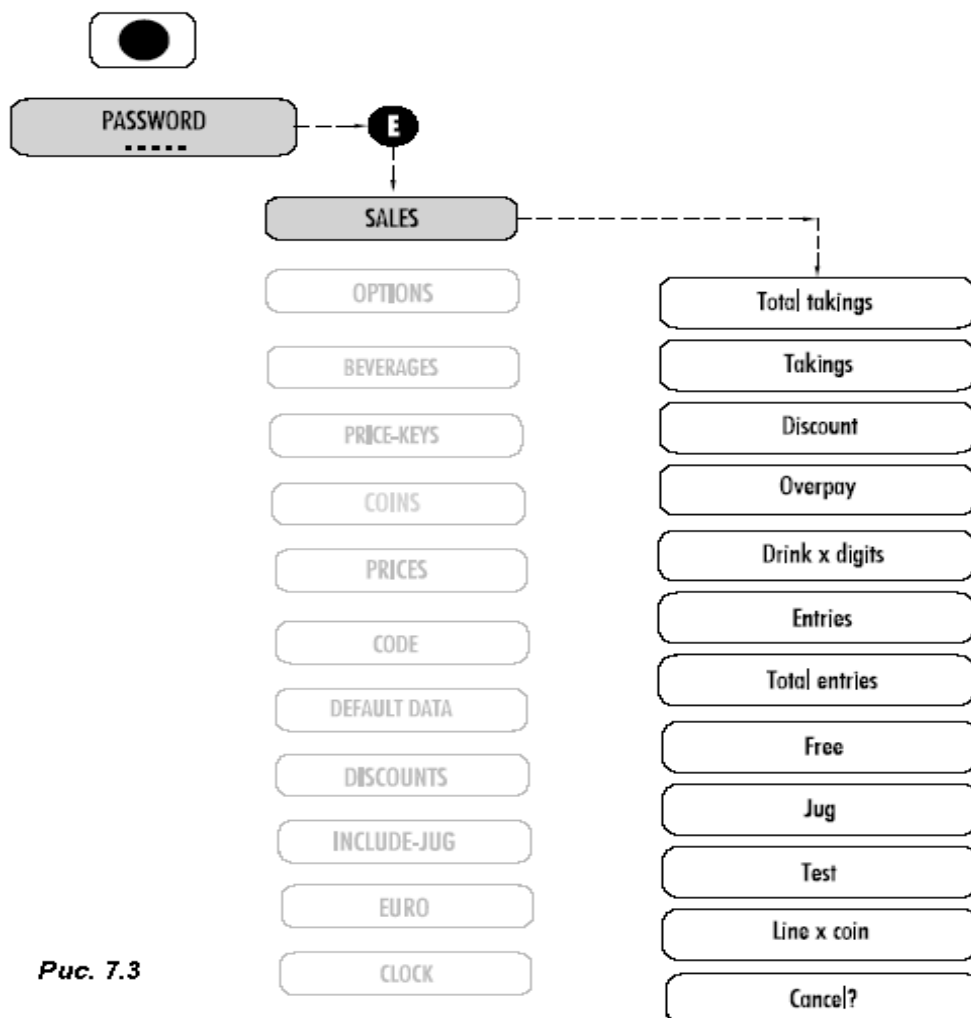

Рис. 7.3
7.2.1 Параметры продаж (Рис. 7.3)